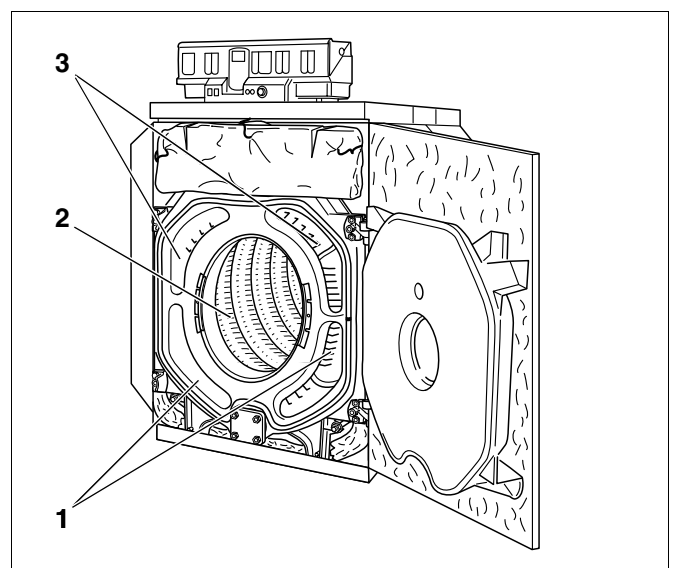

Fig. 74 Rengøring af røgslag
- Røgslagene skal renses med rensbørsterne 1 og 2 fra forenden mod bagenden (fig. 74, pos. 1 og 3).
- Resten af fyrboksen (fig. 74, pos. 2) skal renses med rensbørste 2.